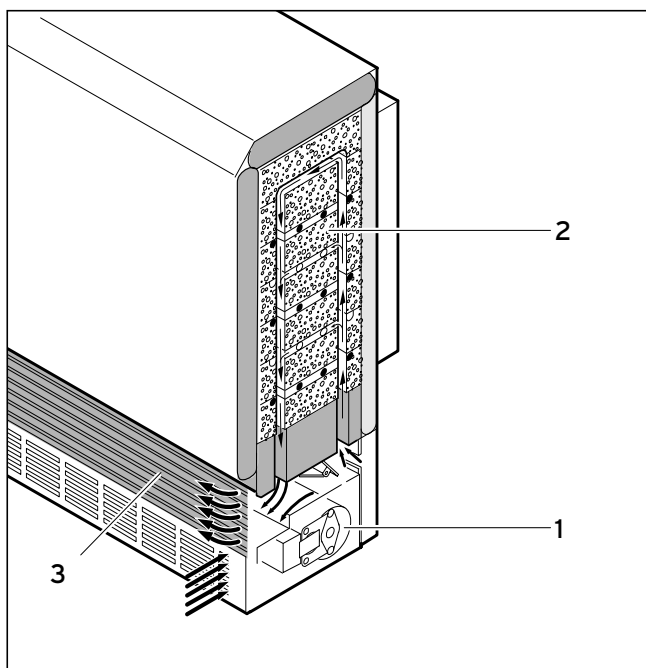

Abb. 1.2 Funktionsweise des VSU
1.4 Funktionsweise des VSU (Abb. 1.2)